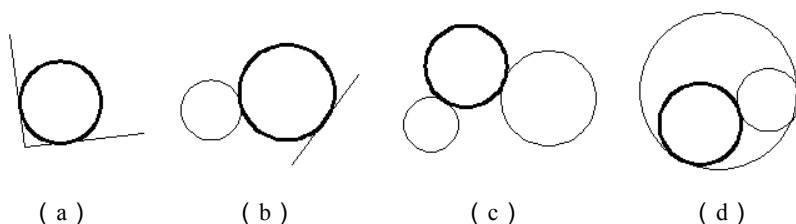

图 2.11 圆与另外两个对象相切
【切点、切点、半径 (T)】：通过先指定两个相切对象的两个切点，后给出半径的方法画圆。图 2.11 (a) ~ (d) 所示给出了该方式绘制圆的各种情形。(加粗的圆为最后绘制的圆)。此种方法一般用于将其他对象用圆弧光滑连接起来。